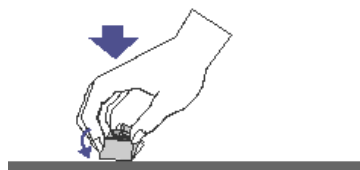

図4. センサの吸着方法
下記の警告欄に記したような使用は絶対に避けて、部位に吸着させる場合は必ず下の図4のような方法で行ってください。
**警告** 衝撃を与えるような吸着をさせないでください。センサのマグネットは強力で、5mm未満の高さからの自由落下による吸着でも1000G以上の衝撃が印加される場合があり、内部素子破壊の原因となります。必ず図4のような方法で吸着してください。